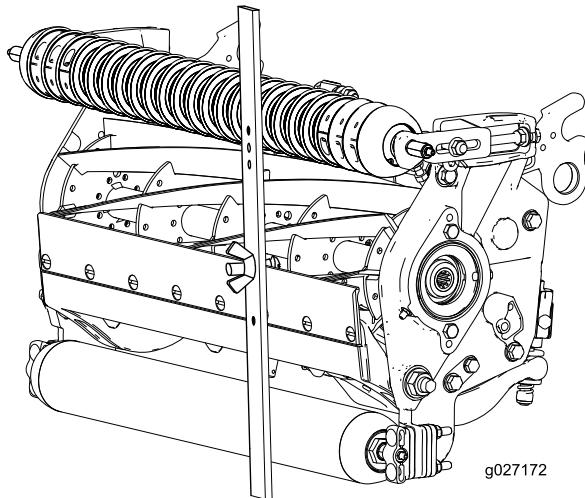

Figura 17
4. Agganciate la testa della vite sul tagliente della controlama e poggiate l'estremità posteriore della barra sul rullo posteriore (Figura 17).
5. Ruotate la vite di regolazione finché il rullo anteriore non toccherà la barra di riferimento (Figura 17).